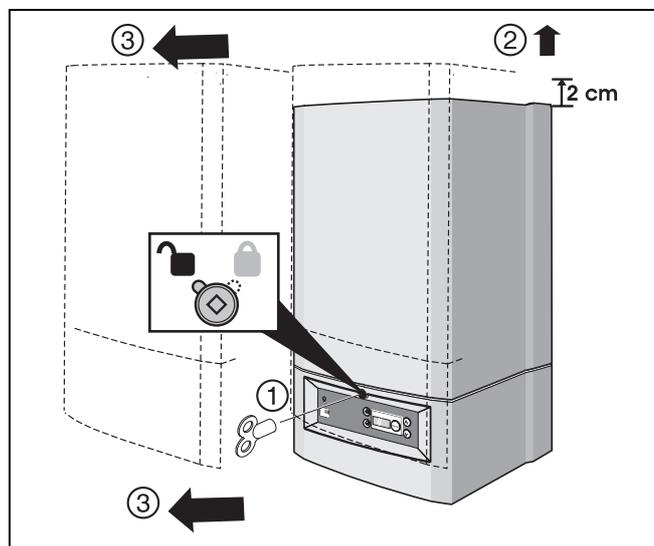

Fig. 3 Retirer l'habillage
- Desserrer la vis de sécurité avec la clé de radiateur et retirer l'habillage (fig. 3).